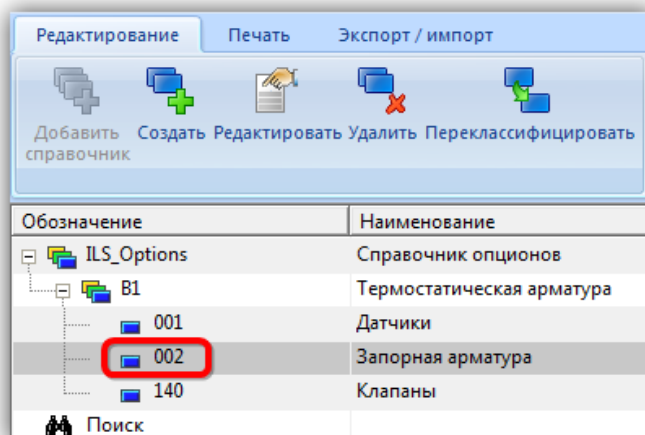

Рис. 10-143 – Выбранный раздел перемещен
1) Выбрать раздел справочника, который необходимо переместить, в левом окне редактора и нажать кнопку «Переклассифицировать» на вкладке «Редактирование» (1 и 2 на рис. 10-143).
2) В открывшемся окне раскрыть структуру справочника и выбрать раздел, в который будет перемещен выделенный раздел (3 на рис. 10-143). Нажать кнопку «ОК» для перемещения раздела.